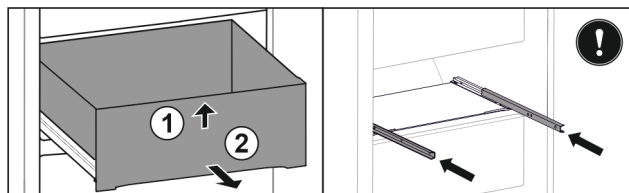

Fig. 113
- Tõstke sahtel eest üles. Fig. 113 (1)
- Võtke sahtel ettepoole välja. Fig. 113 (2)